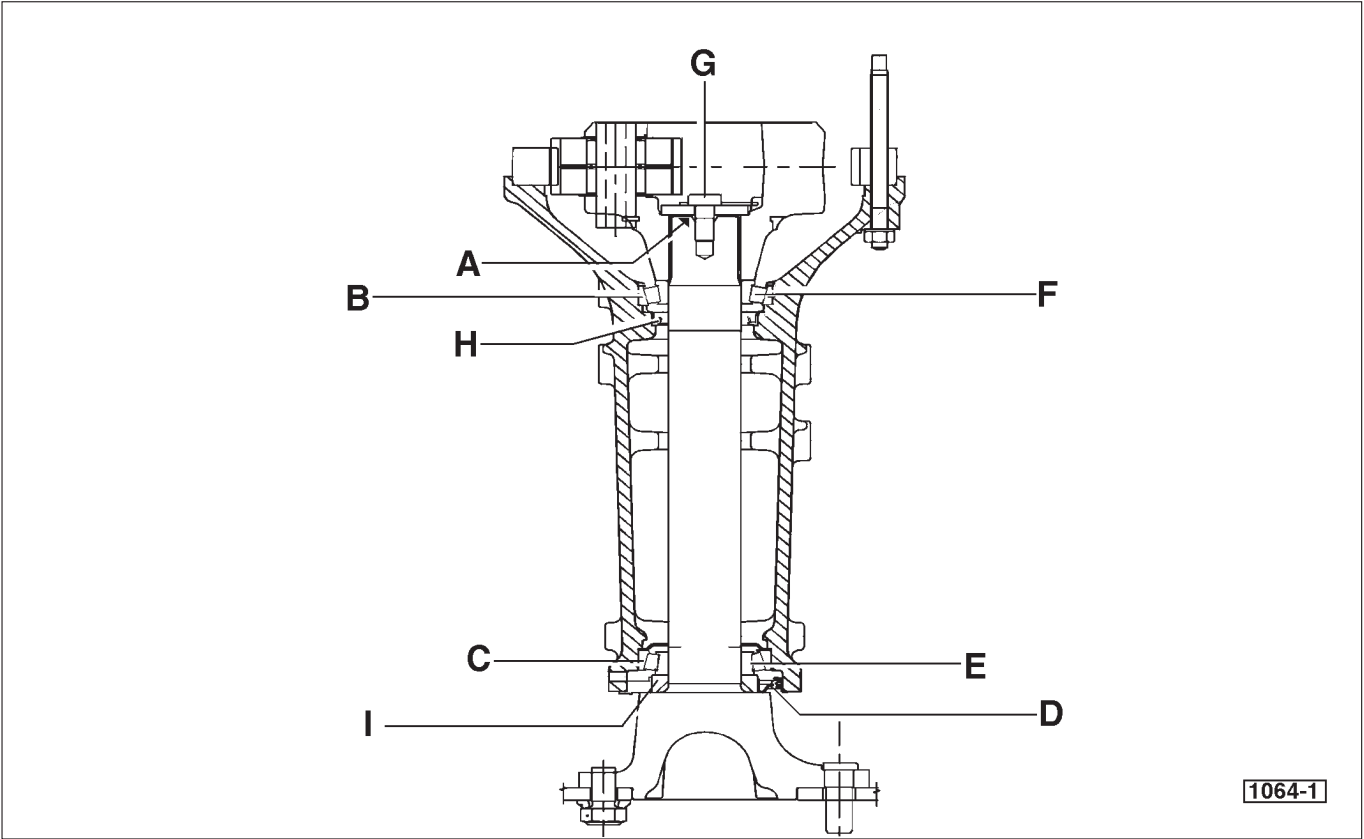

Fig. 2 - Montage de paliers arrière.
Montage des demi-arbres arrière (fig. 2)
- Le positionnement correct du demi-arbre dans le support est réglé par un empilage de cales d'épaisseur **A** représenté sur la figure 2.